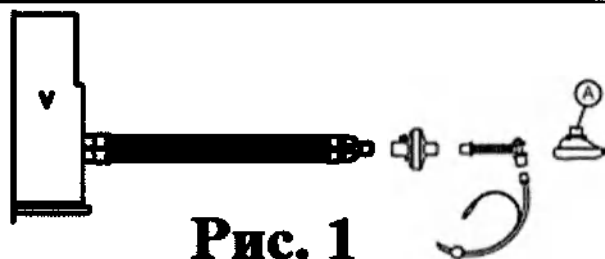

Рис. 1
9. Информация о порядке установки, монтажа, настройки, калибровки и иных действиях, необходимых для ввода медицинского изделия в эксплуатацию	УКАЗАНИЯ ПО ПРИМЕНЕНИЮ: 1. Извлеките контур из защитной упаковки. 2. Непосредственно перед практическим применением на больном необходимо визуально обследовать все компоненты контура и провести их тщательную проверку функционирования и подачу газа. 3. Проверьте целостность контура под давлением. 4. Подключите контур к вентилятору и соедините его с больным. Обращайте особое внимание на следующие моменты: a. при наличии линии мониторинга давления ее необходимо подключать к порту давления на тройниковом соединителе больного и к порту давления устройства вентиляции легких. Если такая линия не нужна, герметично закройте порт давления на тройниковом соединителе больного соответствующей заглушкой. b. Если необходим мониторинг температуры, извлеките заглушку из порта и установите в него температурный датчик. В тот период, когда температурный датчик не используется, закрывайте порт заглушкой. c. Контур ППДД (при постоянном потоке): в тройниковом адаптере больного (по схеме Т или Y) порт выдоха, расположенный напротив потока подачи газа, всегда должен быть открыт; закупорка или частичная непроходимость этого порта может обернуться для больного тяжелыми последствиями, вплоть до смертельного исхода. Идентификация вещества, содержащегося или имеющегося в продукте либо упаковке. Идентификация вещества, не содержащегося или не имеющегося в продукте либо упаковке. ru 30 d. Если контур снабжен влагоуловителем, то этот элемент необходимо расположить в самой нижней точке инспираторной или экспираторной ветви контура. Как можно чаще контролируйте уровень жидкости в влагоуловителе и, по мере необходимости, опорожняйте это устройство; после каждой подобной процедуры проверяйте, надежно ли восстановлена герметичность влагоуловителя. Удаляйте жидкие отходы в соответствии с принятыми в данном медицинском учреждении правилами. e. Контур может иметь односторонние клапаны; перед использованием таких клапанов в работе проверяйте их на рабочую функцию и направление потока. f. Если контур имеет в экспираторной линии клапан (РЕЕР), проверяйте функционирование этого клапана, поворачивая регулировочное кольцо. Ограничение давления достигается поворотом регулировочного кольца против часовой стрелки. Контролируйте заданное давление (в диапазоне от 5 до 20 см водного столба) при помощи манометра. g. Надувная маска (точка А на рис. 1) снабжена подушкой, регулирующей клапан давления. При необходимости присоедините к люэровскому адаптеру клапана шприц и отрегулируйте надувание подушки до нужного уровня. Отсоедините шприц и проверьте систему на герметичность.